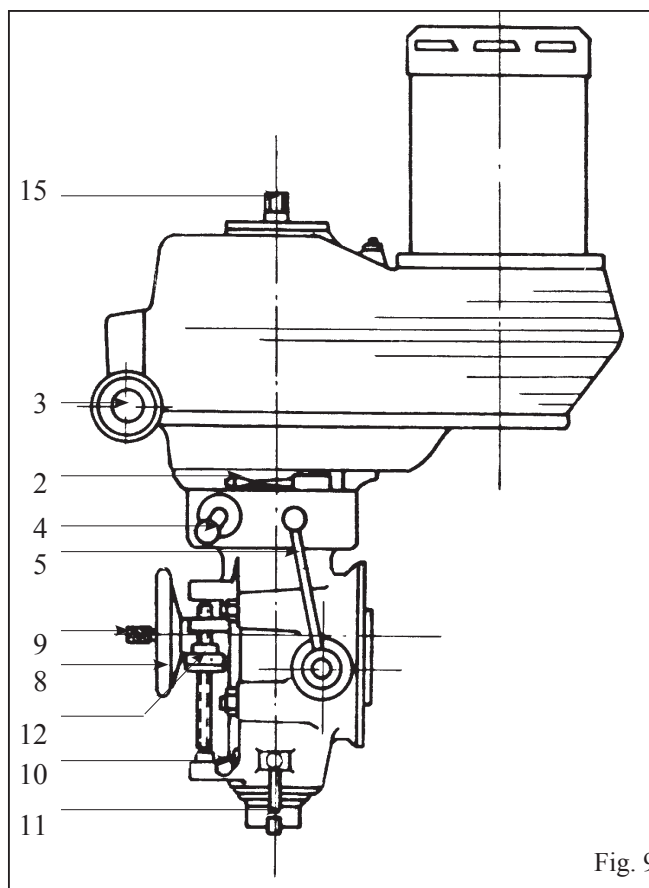

Fig. 9
De omdr./min., som står angivet på skalaen, er omtrentlige. Spindelhastigheden (omdr./min.) ændres ved drejning af håndhjulet (pos. 3, fig. 9), som er placeret på højre side af hovedet. Drejning af dette håndhjul med uret øger spindelhastigheden (omdr./min.). Drejning mod uret sænker spindelhastigheden (omdr./min.).
(Fig. 9, pos. 15) (Kun manuel trækstang.) Brug spindelbremsen for at mindske spindelens rotation ved at stramme eller slække på trækstangen.
Til bremsning af spindelen (kun med spindelmotoren i position OFF) anvendes bremsehåndtag (pos. 1, fig. 9), som sidder på venstre side af hovedet. Den flyttes frem og tilbage for at stoppe en frit roterende spindel.
Direkte drift (høj), reverseringsgear (lav). Dette håndtag har tre positioner: høj, neutral og lav. Valg af område (høj eller lav) foretages ved hjælp af det håndtag (pos. 2, fig. 9), som sidder på højre side af spindelhovedet. Når dette håndtag er fremme, befinder det sig i højhastighedsområdet. Når det er tilbage, står det i lavhastighedsområdet.
OBS! Foretag ikke ændring af hastighedsområdet (høj/lav), når spindelens automatiske pinolfødning er tilkoblet (pos. 4, fig. 9).
Håndtaget til indkobling af den automatiske fødnings (pos. 4, fig. 9) sidder direkte under reverseringshåndtaget. Dette håndtag har 2 positioner: "IND" for indkobling af spindelens automatiske fødnings og "UD" for udkobling af samme.
2. Pinolens (eller spindelens) manuelle fødehåndtag (pos. 5, fig. 9) kan justeres til hvilken som helst af de forskellige driftspositioner ved bevægelse udad. (Træk til højre på håndtagsnavet og drej til ønsket position.) Det manuelle fødehåndtag kan tages af, når det ikke er i brug.
3. Hvilken som helst af de tre automatiske fødnings (i retning enten op eller ned) kan vælges ved at flytte fødehåndtaget, som sidder på hovedets højre side, til ønsket fødnings (0,04), 0,08, 0,02 mm omdr./min. Det kan være lettere at ændre pinolfødehåndtagets (pos. 6, fig. 9) position, når spindelen roterer.
4. Håndhjulet (pos. 8, fig. 9) til finfødnings placeres i driftstilling ved at sætte indkoblingshåndtaget til fødnings i position "UD" (udkoblet) (pos. 4, fig. 9) og koble håndtaget til fødekontrol (pos. 7, fig. 9) ind. Håndhjulet til finfødnings holdes fast ved hjælp af en fjeder og kan trækkes af, når det ikke er i brug.
6. Mikrometer dybdeanslaget (pos. 12, fig. 9) bruges ved dybdeindstilling. Hver grad på skruen angiver 0,03 mm (.001") dybde. Den aflæses direkte på skalaen, som er monteret ved siden af. Dybden kan fås ved indstilling af mikrometerskruen i forbindelse med pinolanslaget.